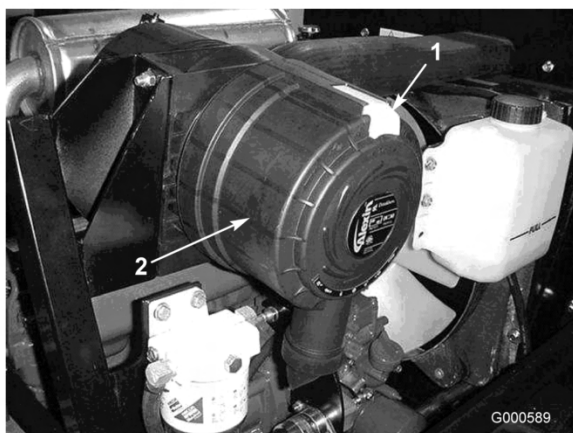

Figura 29
1. Puxe o trinco para fora e rode a cobertura do filtro de ar no sentido contrário ao dos ponteiros do relógio(Figura 29).